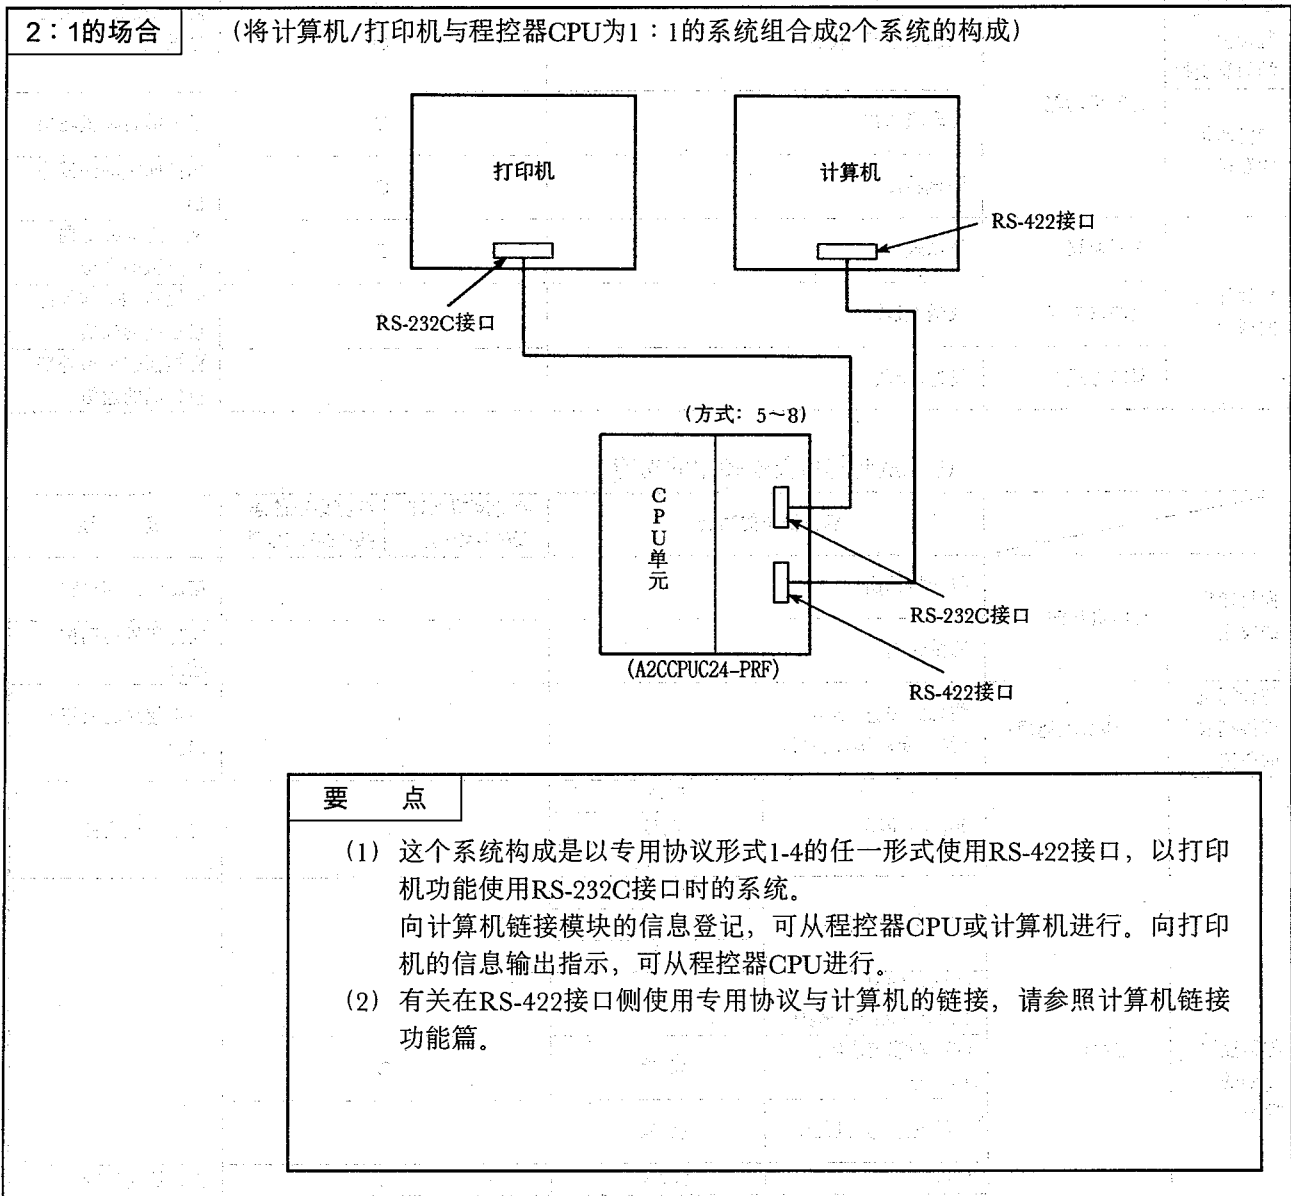

图14.2 系统构成(II)
(1) 计算机、打印机与程控器CPU为2:1场合的系统构成如图14.2所示。